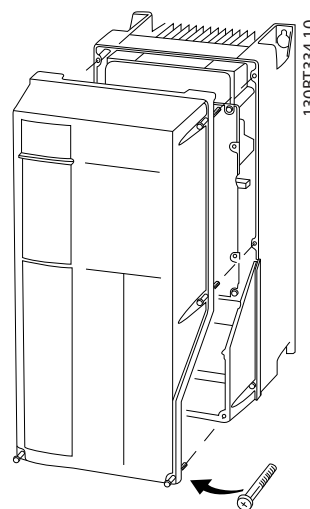

Bild 2.10 Åtkomst till styrkablar för A4-, A5-, B1-, B2-, C1- och C2-kopplingar
- Du kan också ta bort frontplåten genom att lossa fästskruvarna. Se Bild 2.10.